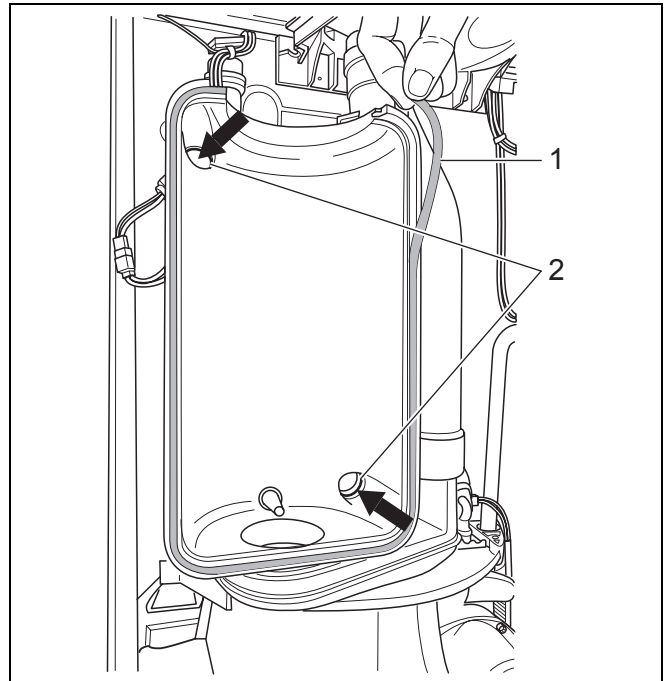

Bild 49 Dichtung der Kondenswasserwanne austauschen
- Dichtung der Kondenswasserwanne (→ Bild 49, [1]) austauschen. Die Dichtung muss ohne Spannung montiert und am Ende auf richtige Länge geschnitten werden.
- Vier O-Ringe (→ Bild 49, [2]) austauschen, zwei Stück an jeder Seite.